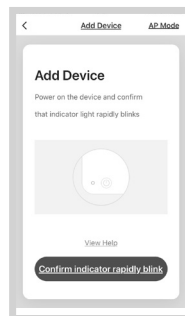

Abb. 8
- Bestätigen Sie es mit „Confirm indicator rapidly blink“ (Abb. 8).